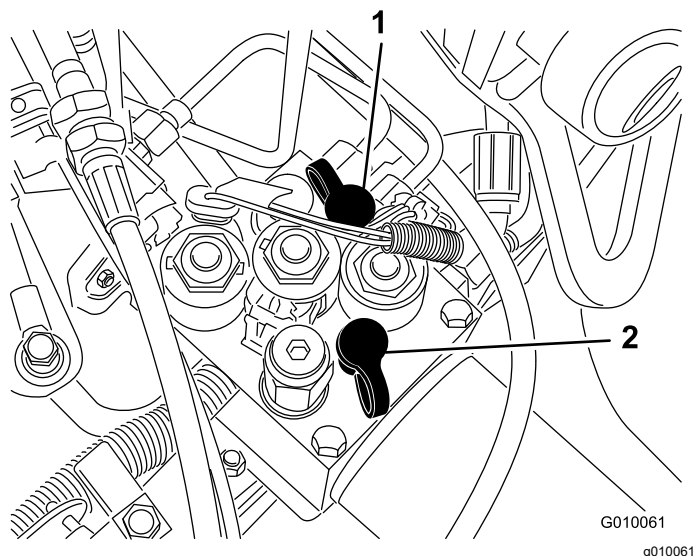

Figura 64
- El punto de prueba G 2 (Figura 64) se utiliza para localizar problemas en el circuito de carga de tracción.
- El punto de prueba G 1 (Figura 64) se utiliza para localizar problemas en la presión del circuito de elevación.